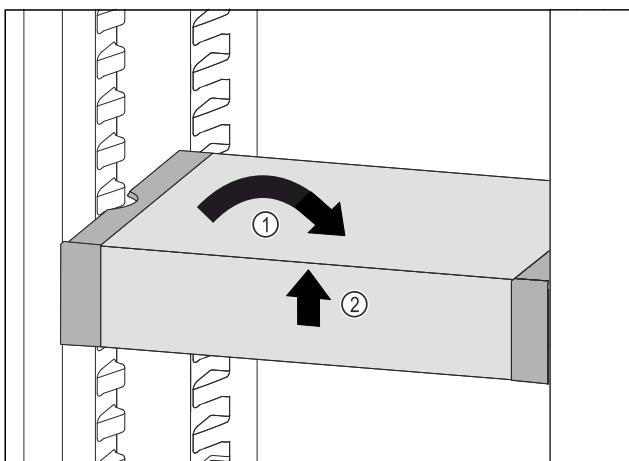

Fig. 77
- Вирівняти VarioSafe. Fig. 77 (1)
- Підняти VarioSafe спереду. Fig. 77 (2)